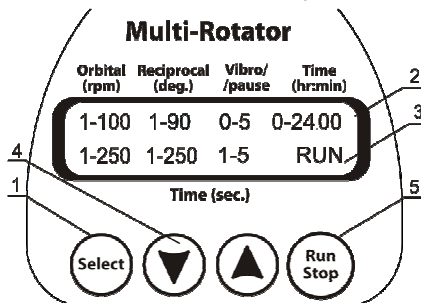

Fig.1 Pannello di controllo
- 4.4. Premere il tasto **Run/Stop** (Fig.1/5) per avviare il programma.
- 4.5. La piattaforma comincerà a eseguire il movimento di agitazione e sul display verranno visualizzate le indicazioni corrispondenti (RUN, fig.1/3 e i vari valori di tempo).
- 4.6. Se il tempo di funzionamento non è impostato e l'indicatore del timer (Fig.1/2) segna 0:00, premendo il tasto **Run/Stop** il rotatore verrà avviato in modalità di funzionamento continuo e l'operazione potrà essere interrotta solo premendo nuovamente il tasto **Run/Stop**.
- 5.1 Premere il tasto **Select** (Fig.1/1) per scegliere il parametro da modificare (per aumentare l'incremento, tenere premuto più a lungo il tasto). Il parametro attivo lampeggia.
- 5.2 Impostare il valore desiderato utilizzando i tasti ▼ e ▲ (Fig.1/4) (per aumentare l'incremento, tenere premuto più a lungo il tasto).